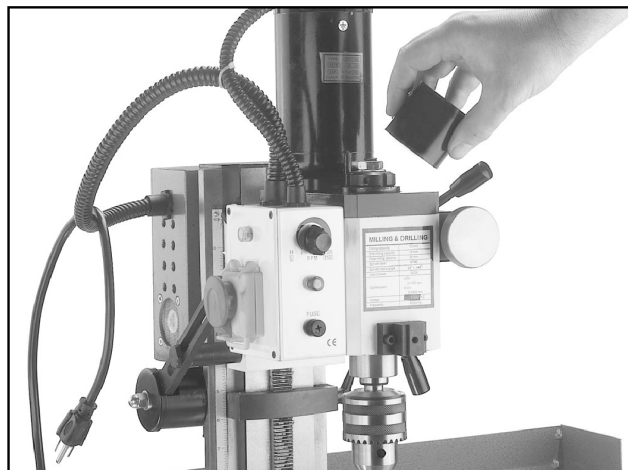

Fig. 8 Tag fræse/borespindlens kappe væk.
2. Tag fræse/borespindlens kappe væk i overensstemmelse med **fig. 8**. **OBS!** – hvis det ikke lykkes at tage kappen væk ved at drage den, giv en støtte med hånden fra siden.